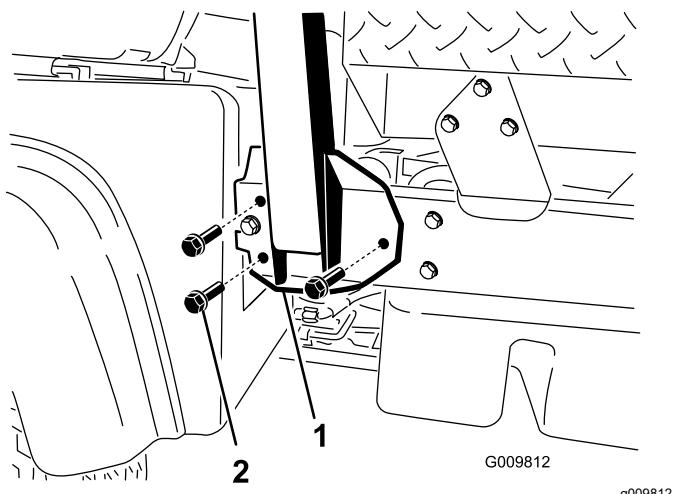

Figure 4
2. Placez chaque côté de l'arceau de sécurité en face des trous de montage de chaque côté du cadre de la machine (Figure 4).
3. Fixez le support de l'arceau de sécurité de chaque côté du cadre de la machine au moyen de 3 boulons à embase (½ x 1¼ po) (Figure 4).